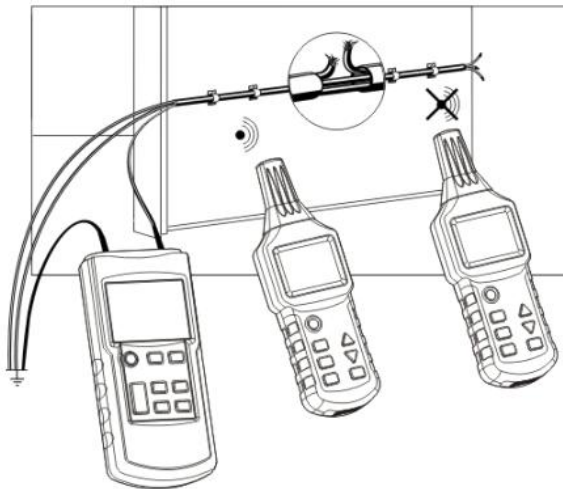

图 3-1-3
- ✓ 所有没有使用的线路均必须按照图 3-1-3 所示和一辅助地线相接；
- ✓ 将发射机如图 3-1-3 所示和一芯线及一辅助地线相连。